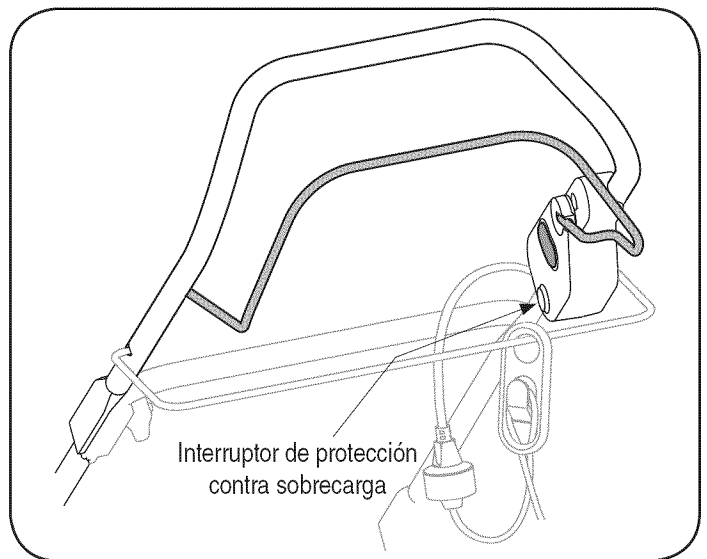

Figura 13
2. Oprima el interruptor de protección contra sobrecarga para restablecer. Vea la Figura 13.